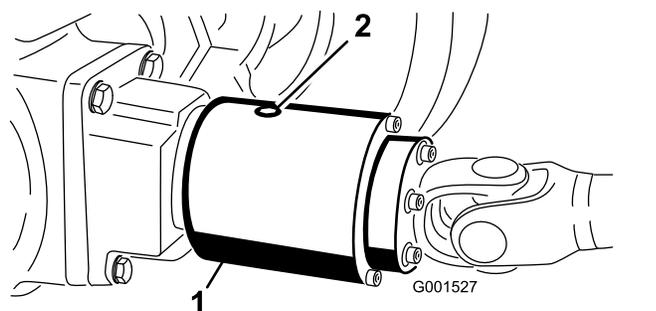

Figura 63
2. Girate la frizione (Figura 63) in modo che il tappo di controllo sia in posizione ore 4.